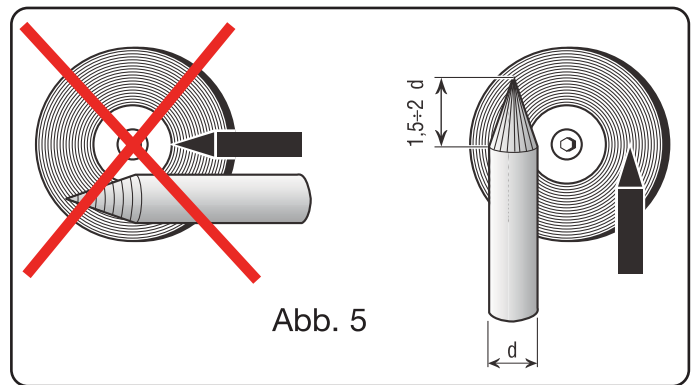

Abb. 5
Die Vorbereitung der Elektrodenspitze erfordert besondere Aufmerksamkeit. Die Elektrode leicht anschleifen, so dass sie vertikale Riefen aufweist (siehe Abb.5).
• Die Wolframelektrodenspitze auf einer Länge, die dem 1,5 bis 2-fachen des Elektrodendurchmessers entspricht, konisch anschleifen (Abb. 5).